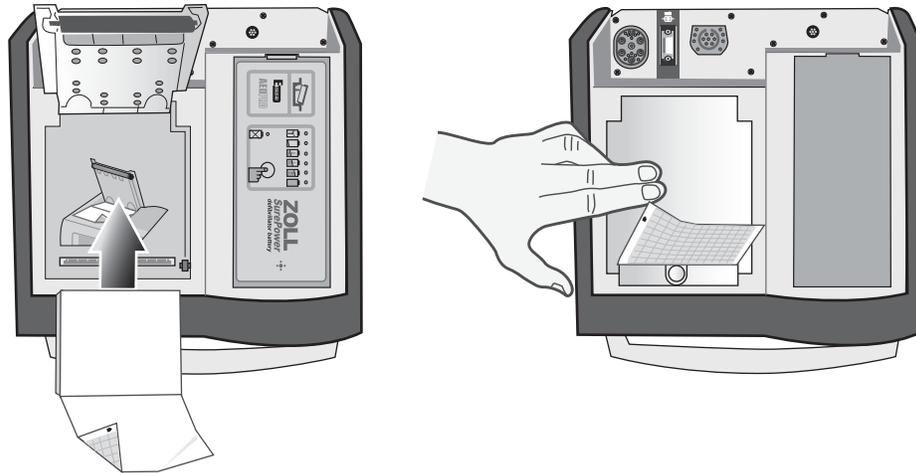

Figura 12-6. Inserción del papel y cierre de la puerta de la impresora
4. Vuelva a poner el papel en la unidad y cierre la cubierta (consulte Figura 12-6).